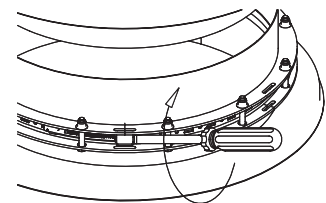

Figure 54 - Longueur ajustable, ÉTAPE D'INSTALLATION C
- c. Serrer le collier de compression de manière à ce que la garniture en graphite soit fermement appliquée contre la paroi intérieure. Voir **Figure 54**.